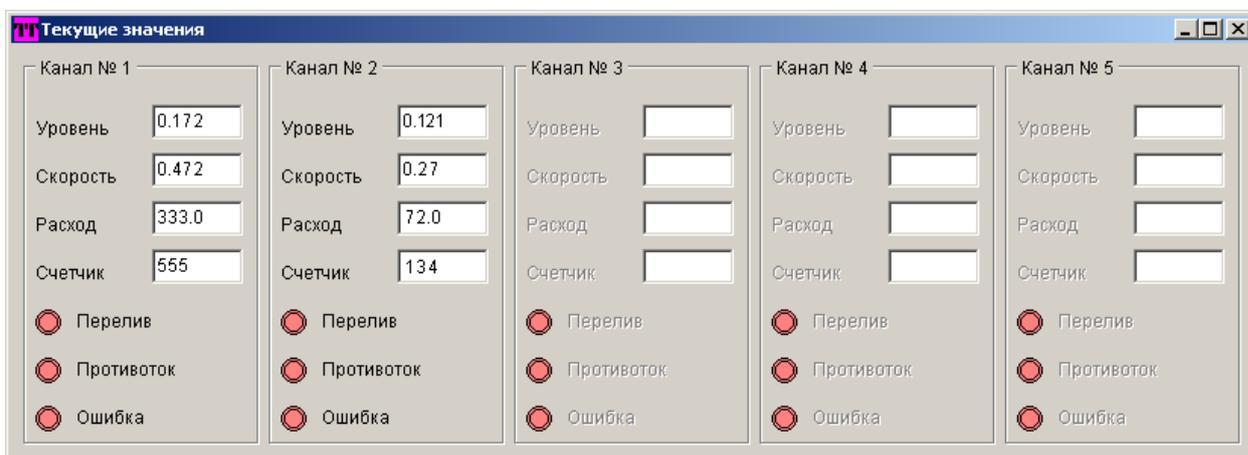

Рис. 35. Форма текущих значений программы «Менеджер данных РСБП «Стрим»
- форма текущих значений приведена на рис. 35. Данная форма содержит информацию о текущих параметрах потока измеряемых выбранным расходомером, включая уровень, скорость и расход потока, счетчик расхода, флаги ошибок и исключительных ситуаций, таких как «Перелив» и «Противоток». Обновление информации происходит каждые 10 секунд. Форма вызывается на экран при щелчке мышью по кнопке "Текущие значения"